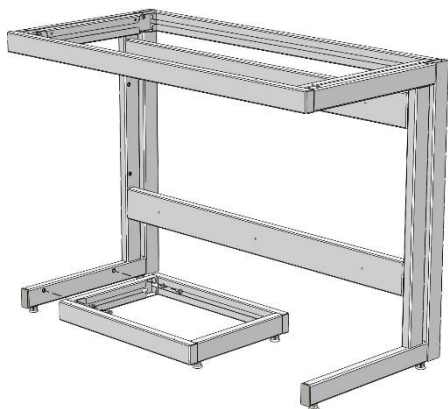

Рис. 7
7. Установить раму для тумб, используя болты М8х16, шайбы 8 и предусмотренные в боковинах заклёпки-гайки М8 (Рис. 7; 8)